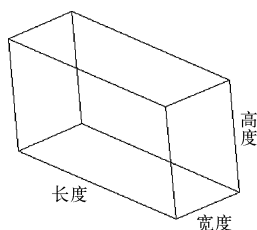

图 12-3 “长度”命令方式
- 长度 (L): 要求输入长、宽、高的值。图 12-3 所示为使用“长度”命令创建的长方体。